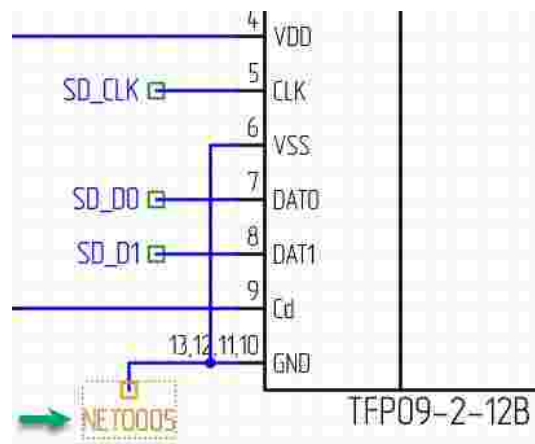

Рис. 102 Символ свободного окончания незавершенной цепи
1. Выделить символ свободного окончания цепи щелчком мыши по метке (имени) этой цепи, см. Рис. 102.